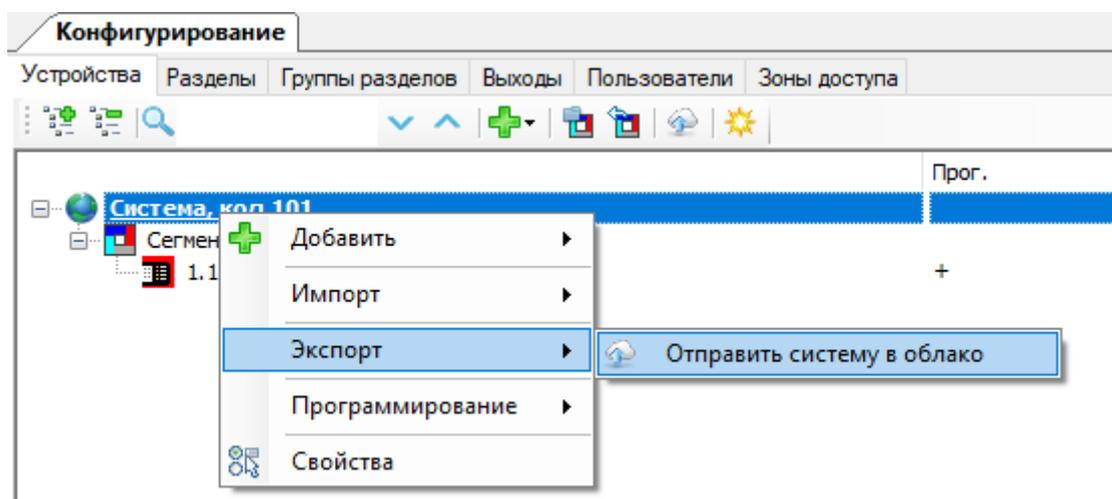

Рисунок 6.50
- Отправить систему в облако (Рисунок 6.50).